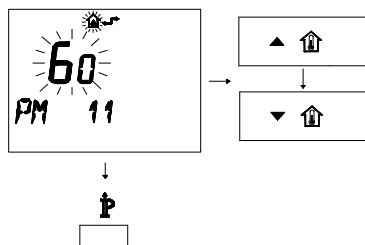

Figura 5.76
- Per modificare il SET programmato agire sui pulsanti ▲ (↑) o ▼ (↓) e aspettare che il numero programmato cominci a lampeggiare (Figura 5.76). Ogni passo incrementato o decrementato corrisponde a 1 secondi.